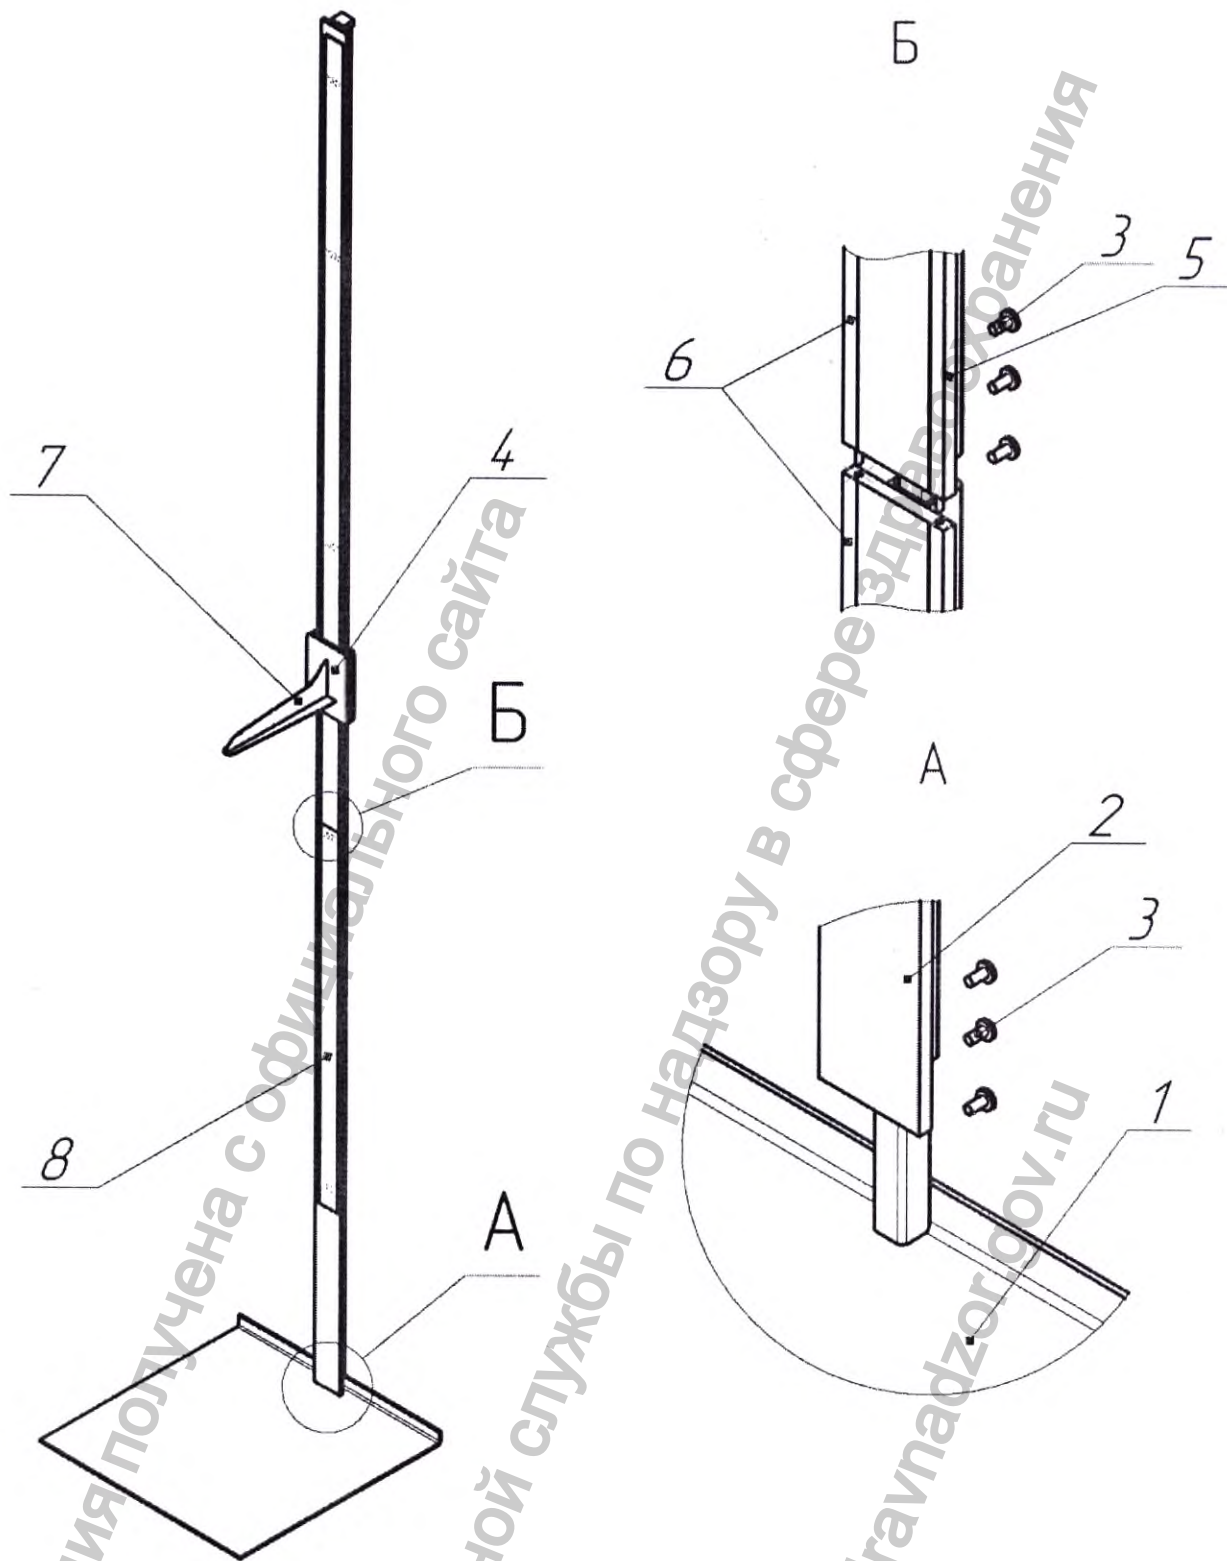

Рисунок 3. Схема сборки ростомера РП (Эконом)
2.2.3 Выберите место предполагаемого размещения ростомера. Установите основание 1 (рис.3) на прочную ровную поверхность, не подвергаемую вибрации.
2.2.4 Установите штангу нижнюю 2 (измерительная лента на штанге начинается с 80 см) на основание 1, совместив отверстия на штанге с отверстиями на стойке основания (см. вид А рис.3). Закрепите штангу нижнюю 2 со стойкой основания тремя винтами 3 (М4х8 DIN 7985).
2.2.6 Соедините штангу верхнюю 5 со штангой нижней 2 (вид Б рис.3), совместив все отверстия штанги верхней с отверстиями в пластине измерительной шкалы 6, закрепите штангу верхнюю тремя винтами 3 (M4x8 DIN 7985).
2.4.5 Переместите ползун 4 (см. рис.3), чтобы планка мерная 7 находилась выше роста пациента.